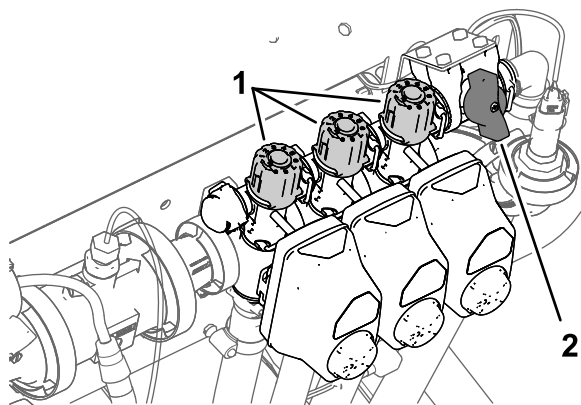

Figure 32
2. Désactivez la section gauche et réglez le bouton de dérivation de section (Figure 32) jusqu'à ce que le débit indiqué corresponde au précédent conformément au tableau.
4. Réglez le bouton de dérivation de la section droite (Figure 32) jusqu'à ce que le débit indiqué corresponde au précédent conformément au tableau.
6. Réglez le bouton de dérivation de la section centrale (Figure 32) jusqu'à ce que le